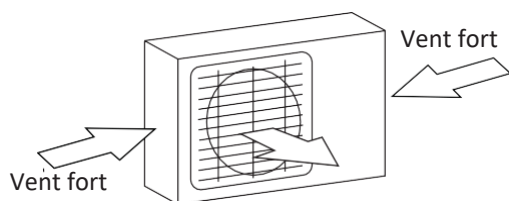

Fig.5.1
- Si l'emplacement est exposé à des vents forts (par exemple : près d'un bord de mer), l'unité doit être placée contre le mur pour l'abriter du vent. Si nécessaire, utilisez un auvent. (Voir fig. 5.1 et 5.2).